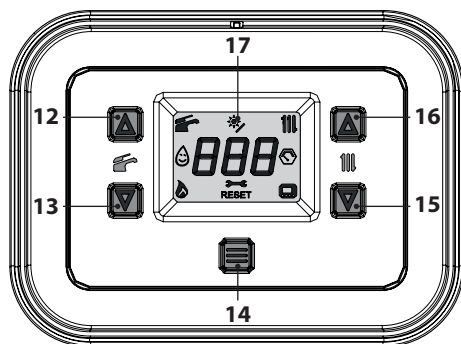
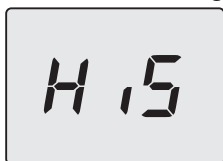

Figura 6.7
Figura 6.9
- Tenere premuto per 5 secondi il tasto 14 fino a far apparire sul display entrambe i simboli  e  Figura 6.7.
- Entrare in "modalità programmazione" premendo contemporaneamente per 5 secondi i tasti 13 e 15 (Figura 6.7) fino a far apparire sul display LCD le lettere **HIS** che indicano il menu "Storico delle caldaie" (Figura 6.9).
- Premere il tasto 14 (Figura 6.7) per attivare la funzione. Il display visualizzerà quanto segue (Figura 6.11 e Figura 6.12).
- tenere premuti contemporaneamente i tasti 13 e 15 per 5 sec. (Figura 6.7) (ritorno al livello precedente).
- Spegnerla caldaia tenendo premuto per 5 secondi il tasto 14 (Figura 6.7) fino a far apparire sul display LCD il simbolo **---** (i trattini vengono accesi in sequenza per simulare uno scorrimento) (Figura 6.6).